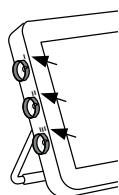

Figur 15 Sæt et nyt batteri i med klæbebåndet nedad
d) Sæt det nye batteri i (figur 15)